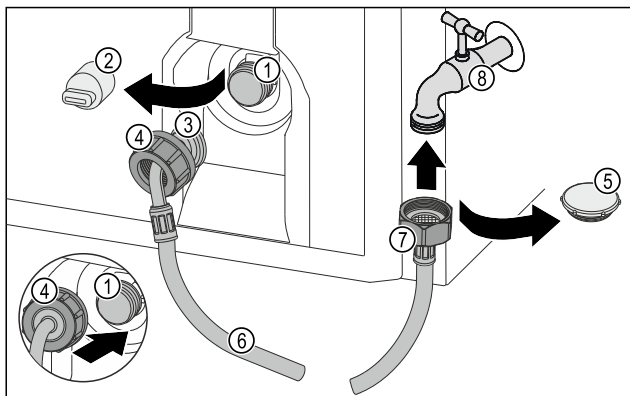

Fig. 27
- Skinite poklopac Fig. 27 (5).
- Postavite ravni kraj crijeva Fig. 27 (7) na slavinu Fig. 27 (8).
- Pritegnite maticu na ravnom kraju crijeva Fig. 27 (7) u smjeru kazaljke na satu.